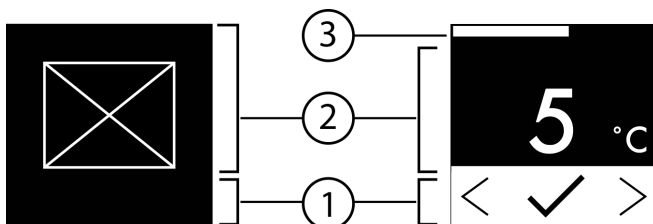

Fig. 6
- ▷ Status: geactiveerd *Fig. 6 (1)* wordt kort op het submenu () weergegeven.